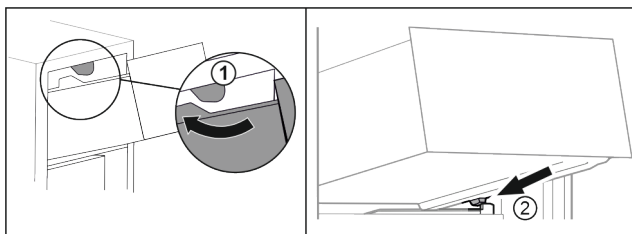

Fig. 88
- Ved'te zásuvku podél horních zářezek. Fig. 88 (1)
- Nasad'te zásuvku šikmo za dolní zářezky na žebrování na nádoby. Fig. 88 (2)